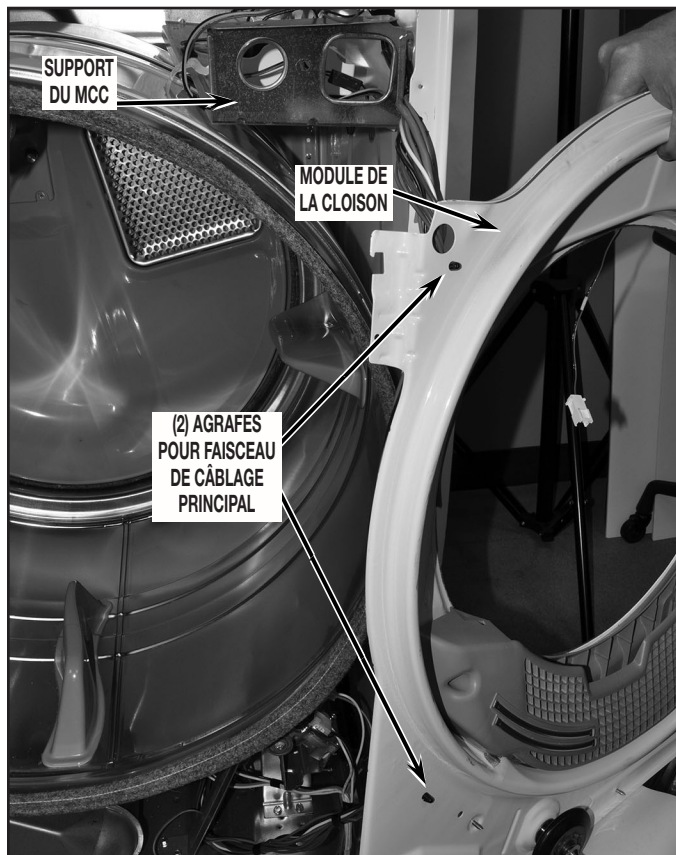

FIGURE 15
15. Faire pivoter le module de la cloison latéralement, et dégager deux (2) agrafes du faisceau de câblage pour séparer le faisceau de câblage du module de la cloison. Voir la Figure 15.